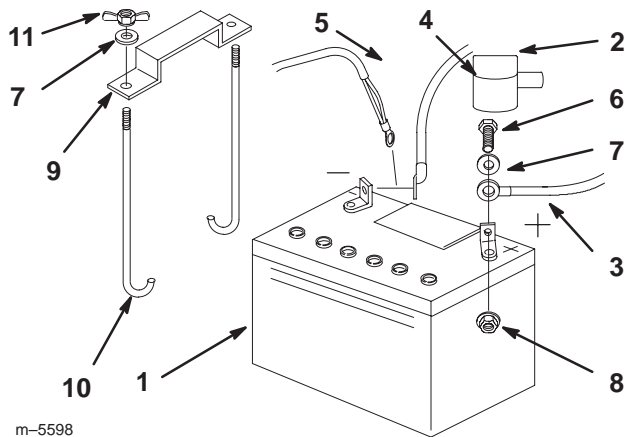

Figure 65
1. Placez la batterie dans son support en tournant les bornes vers le moteur (Fig. 65).
4. Fixez les câbles à l'aide de 2 boulons (1/4 x 3/4 pouce), 2 rondelles (1/4 pouce) et 2 contre-écrous (1/4 pouce) (Fig. 65).
6. Fixez la batterie en position avec des boulons en J, une barrette de maintien et 2 rondelles (1/4 pouce), ainsi que 2 écrous papillons (1/4 pouce) (Fig. 65).
4. Débranchez d'abord le câble négatif et le câble de masse de la borne négative (-) de la batterie (Fig. 65).
5. Ôtez le capuchon rouge de la borne positive (rouge) de la batterie. Retirez ensuite le câble positif (rouge) de la batterie (Fig. 65).
6. Retirez les deux écrous papillons (1/4") de fixation de la barrette de maintien de la batterie (Fig. 65).